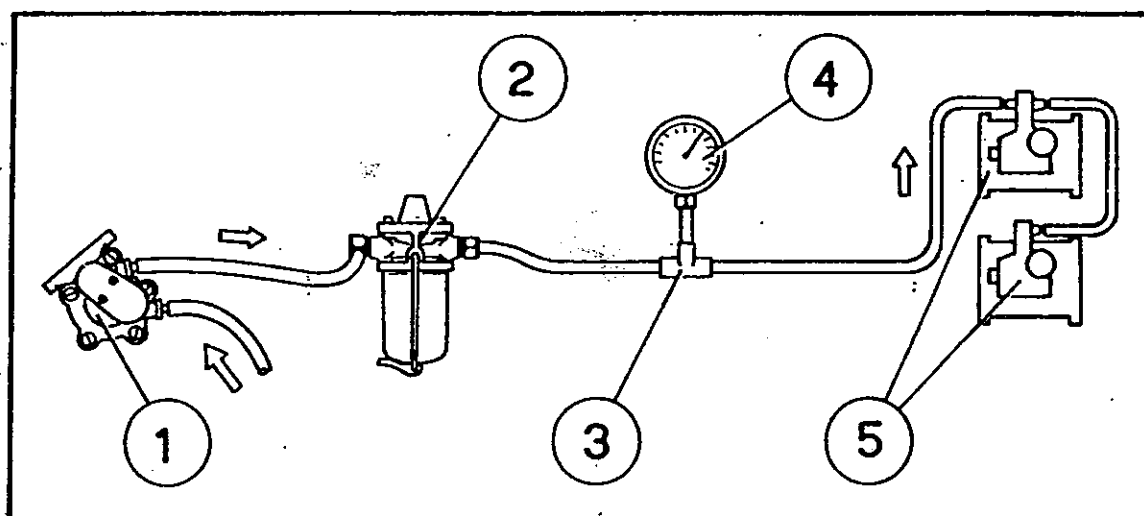

Fig. 01/04
Pour contrôler la pression avec le filtre monté sur la voiture, placer un raccord à trois voies (3) entre le filtre (2) et les carburateurs (5) en y branchant le manomètre (4), comme indiqué à la fig. 01/04.